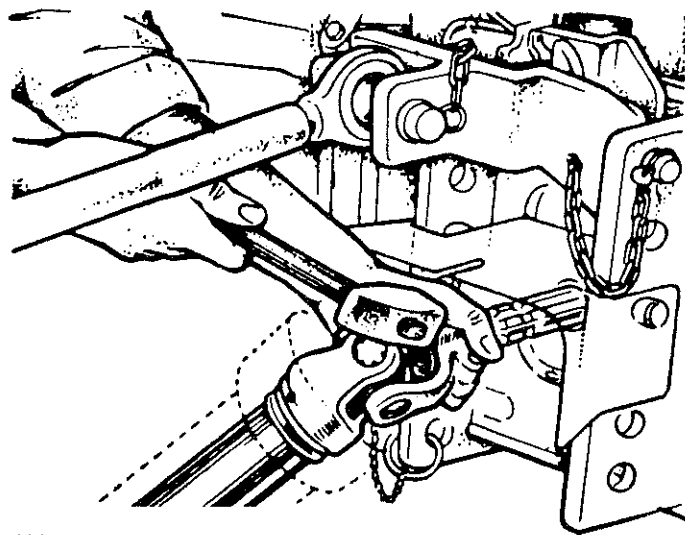

Abb. 2
3. Vor dem Ankuppeln die Anschlußwellen auf einwandfreien Zustand überprüfen und Einrasten der Schnellverschlüsse beachten. Niemals Schlagwerkzeug anders als in Abb. 2 ansetzen. Das An- und Abkuppeln der Gelenkwelle soll grundsätzlich auf der Schlepperzapfwelle erfolgen. Ein Auseinanderziehen der Gelenkwelle bei geräte- und schlepper-